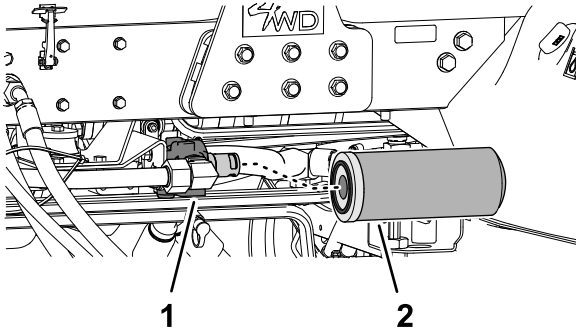

Figure 164
1. Nettoyez la surface autour du filtre de retour et de la tête du filtre (Figure 164).